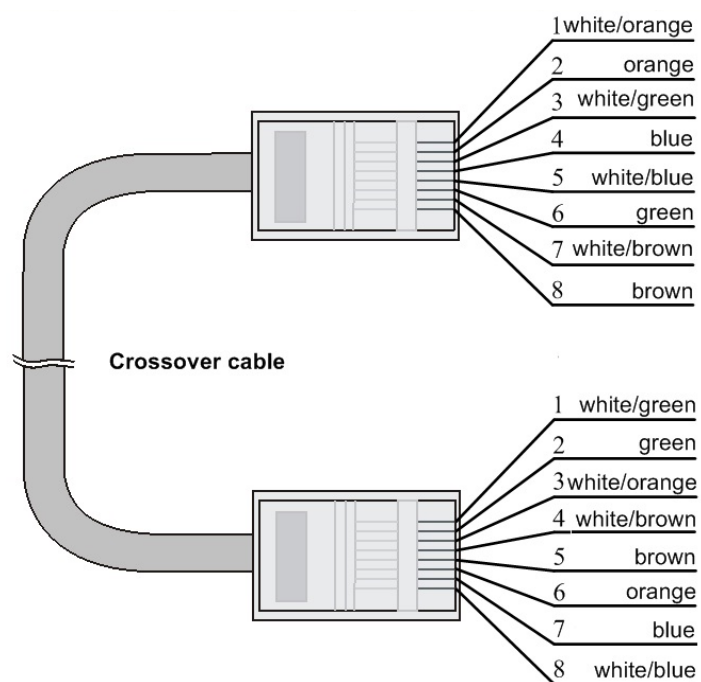

図 8-3 クロスケーブル（10Base-T/100Base-TX/1000Base-T）
- クロスケーブル** : 10/100/1000BASE-T クロスケーブルの結線を図 8-3 に示します。10/100/1000BASE-T クロスケーブルは、100BASE-TX のクロスケーブルと結線が異なります。100BASE-TX のクロスケーブルは片端のピン配置が 568B 規格ですが、もう片端のピン配置は 568A 規格に従います。一方、10/100/1000BASE-T クロスケーブルの片端のピン配置は 568B 規格に従いますが、もう片端は 568A ではありません。